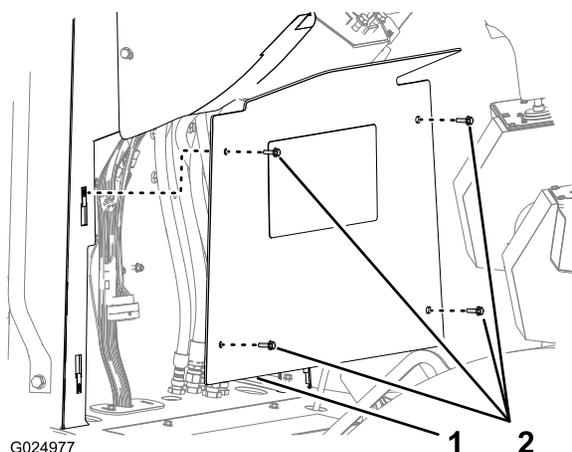

Figure 116
- Retirez les 4 boulons à embase hexagonale (6 x 20 mm) qui fixent le panneau de console inférieur à la console, et déposez le panneau (Figure 116).
- Alignez le panneau inférieur devant la console (Figure 116).